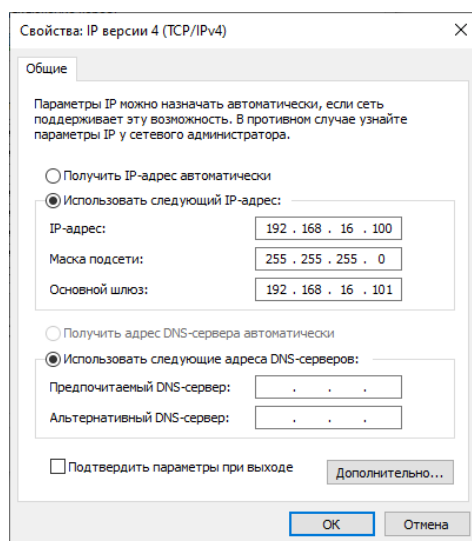

Рис. 2.1 – свойства IPv4
- ii. На компьютере, с помощью которого осуществляется настройка контроллера, зайдите в «Панель управления» - «Все элементы панели управления» - «Центр управления сетями и общим доступом» – «Изменение параметров адаптера» – «Свойства сети» – «IP версии 4 (TCP/IPv4)». Введите данные сети для вашего компьютера, отображенные на рис. 2.1. Нажмите «ОК», закройте свойства сети Ethernet.